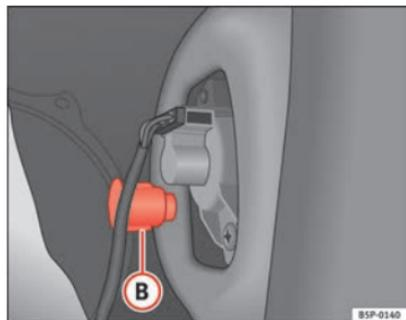

Fig. 191 Luci di posizione/arresto
- Svitare la parte in plastica ⇒ fig. 191 **B** che fissa l'indicatore. Per iniziare a girare, eventualmente aiutarsi inserendo il cacciavite nella parte.